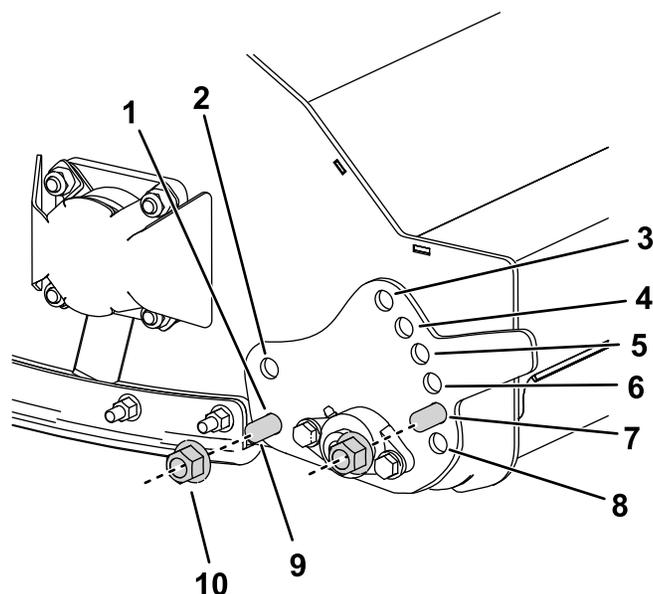

Figure 20
3. Pour régler la position de la plaque de réglage de hauteur de coupe, retirez les écrous et les boulons de fixation de la plaque (Figure 20).